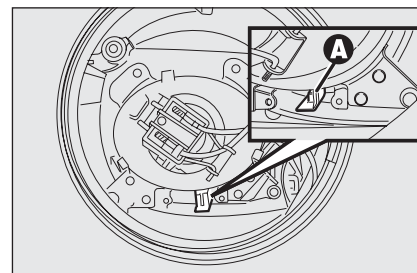

fig. 102
- spostare lateralmente la levetta **A-fig. 102**;